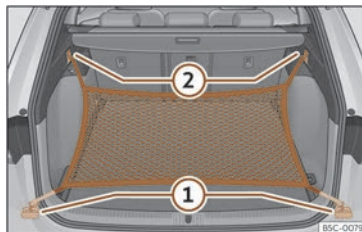

Fig. 187 Dans le coffre à bagages : œillets (1) et crochets (2) pour accrocher le filet.
- Fixez les crochets courts du filet aux œillets d'amarrage >>> **fig. 187** (1) >>> . La fermeture à glissière du sac doit rester vers le haut.
- Fixez les rubans aux crochets pour accrocher des sacs (2).